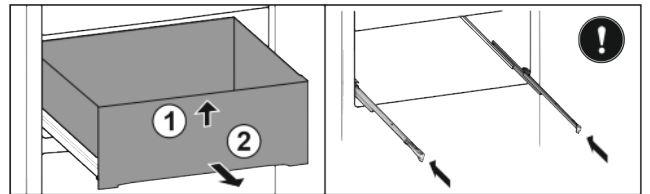

Fig. 38
- ▶ Schubfach vorne anheben Fig. 38 (1).
- ▶ Nach vorne entnehmen Fig. 38 (2).